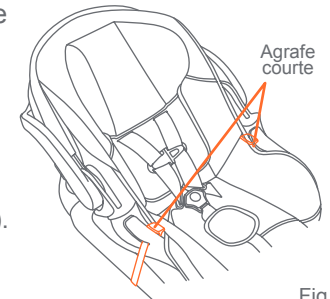

Fig. 18c
- Avec le siège d'auto installé, attachez le seul agrafe courte par-dessus le siège d'auto pour bébé à travers la fente pour la ceinture de sécurité sur le siège d'auto pour bébé (Fig. 18c). **REMARQUE :** Il est très important que le agrafe courte est toujours serré autour du siège d'auto.